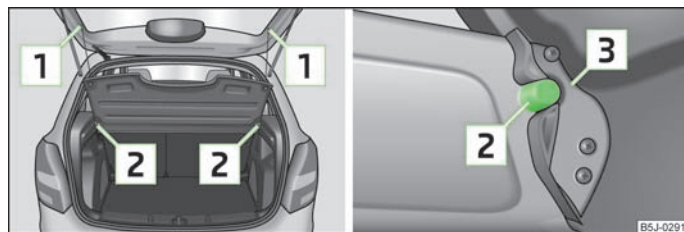

Fig. 45 Démontage de la tablette du coffre à bagages
- > Décrocher les sangles de retenue >> fig. 45.